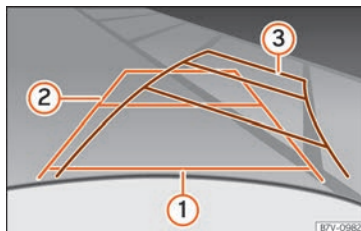

Abb. 273 Display: Orientierungslinien des Parkraums hinter dem Fahrzeug.
Bedeutung der auf den Bildschirm projizierten Orientierungslinien » **Abb. 273**. Alle Längenangaben der Orientierungslinien beziehen sich auf ein Fahrzeug, das auf einer waagrechten Fläche steht.
- Langsam rückwärtsfahren und dabei so lenken, dass die gelben Orientierungslinien in die Parklücke führen » **Abb. 273** ③.